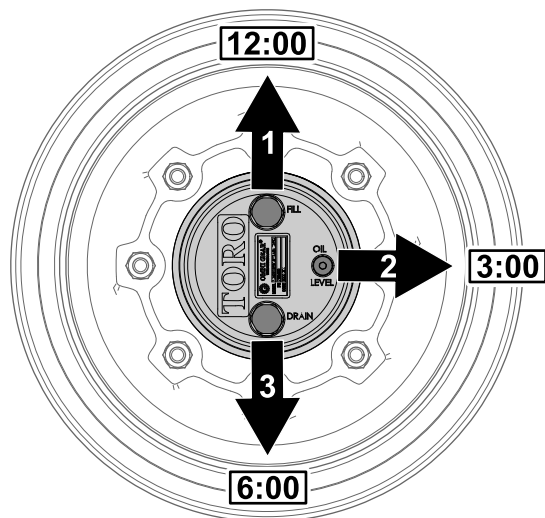

图 59
1. 将机器停放在水平地面上将车轮放置为加油塞在 12 点钟位置检查塞在 3 点钟位置排油塞在 6 点钟位置图 59。
2. 取出 3 点钟位置的检查塞图 59。
1. 将机器停放在水平地面上将车轮放置为加油塞在 12 点钟位置检查塞在 3 点钟位置排油塞在 6 点钟位置请参阅 检查行星齿轮传动润滑油 \(页码 48\) 中的图 59。